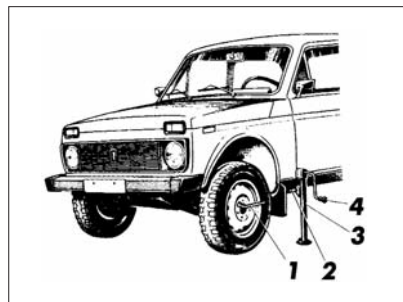

Рис. 35. Подъем автомобиля при замене колес
- ослабьте гайки крепления заменяемого колеса на один оборот комбинированным ключом 1 (рис. 35);